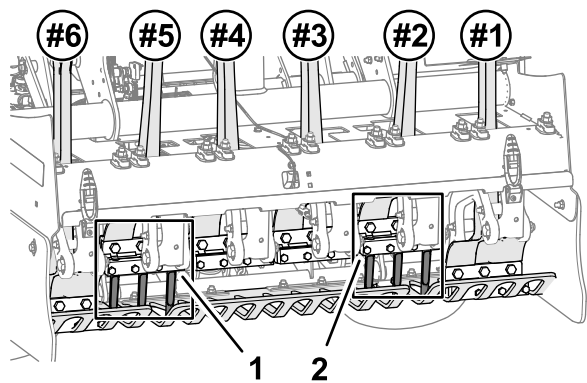
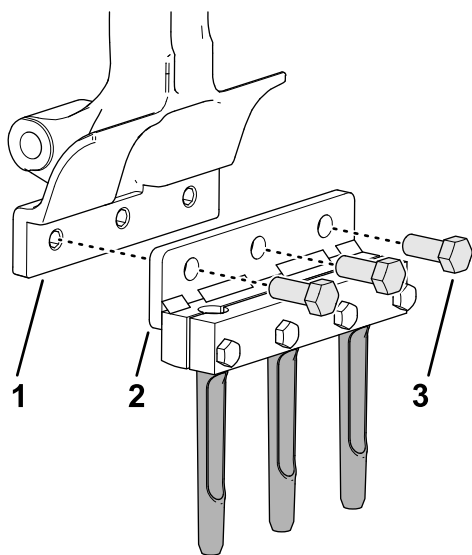

图 42
图 43
1. 用 3 个螺栓 1/2 x 1-1/4 英寸将打孔针夹头和打孔针松地组装到 2 号打孔针臂图 42 和 图 43。